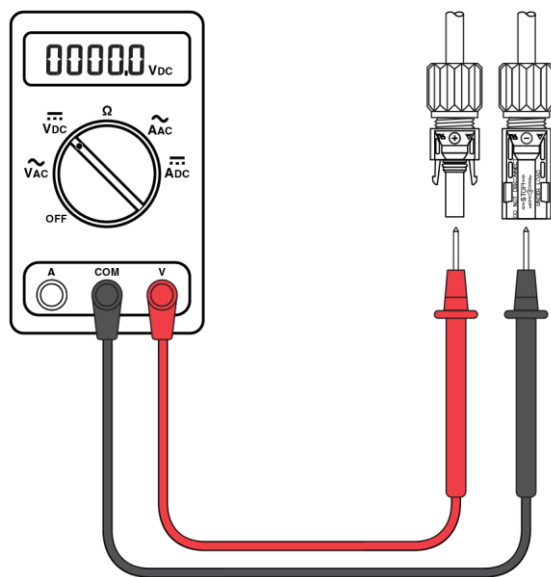

図 9:入力に接続する太陽電池ストリングの極性を確認する
7. 安全手順とプロトコルに従って電圧を測定し、入力2に接続される太陽電池ストリングの極性を確認してください。図 9 参照。